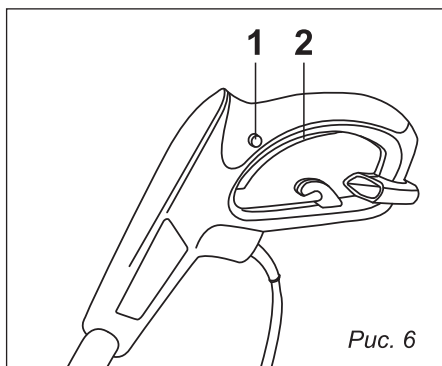

Рис. 6
8.1. Включение устройства (рис.6)
2. Нажмите на выключатель (2), чтобы запустить снегоуборщик (рис. 6), затем отпустите кнопку блокировки.
3. Отпустите выключатель хода/остановки (2), чтобы выключить снегоуборщик.